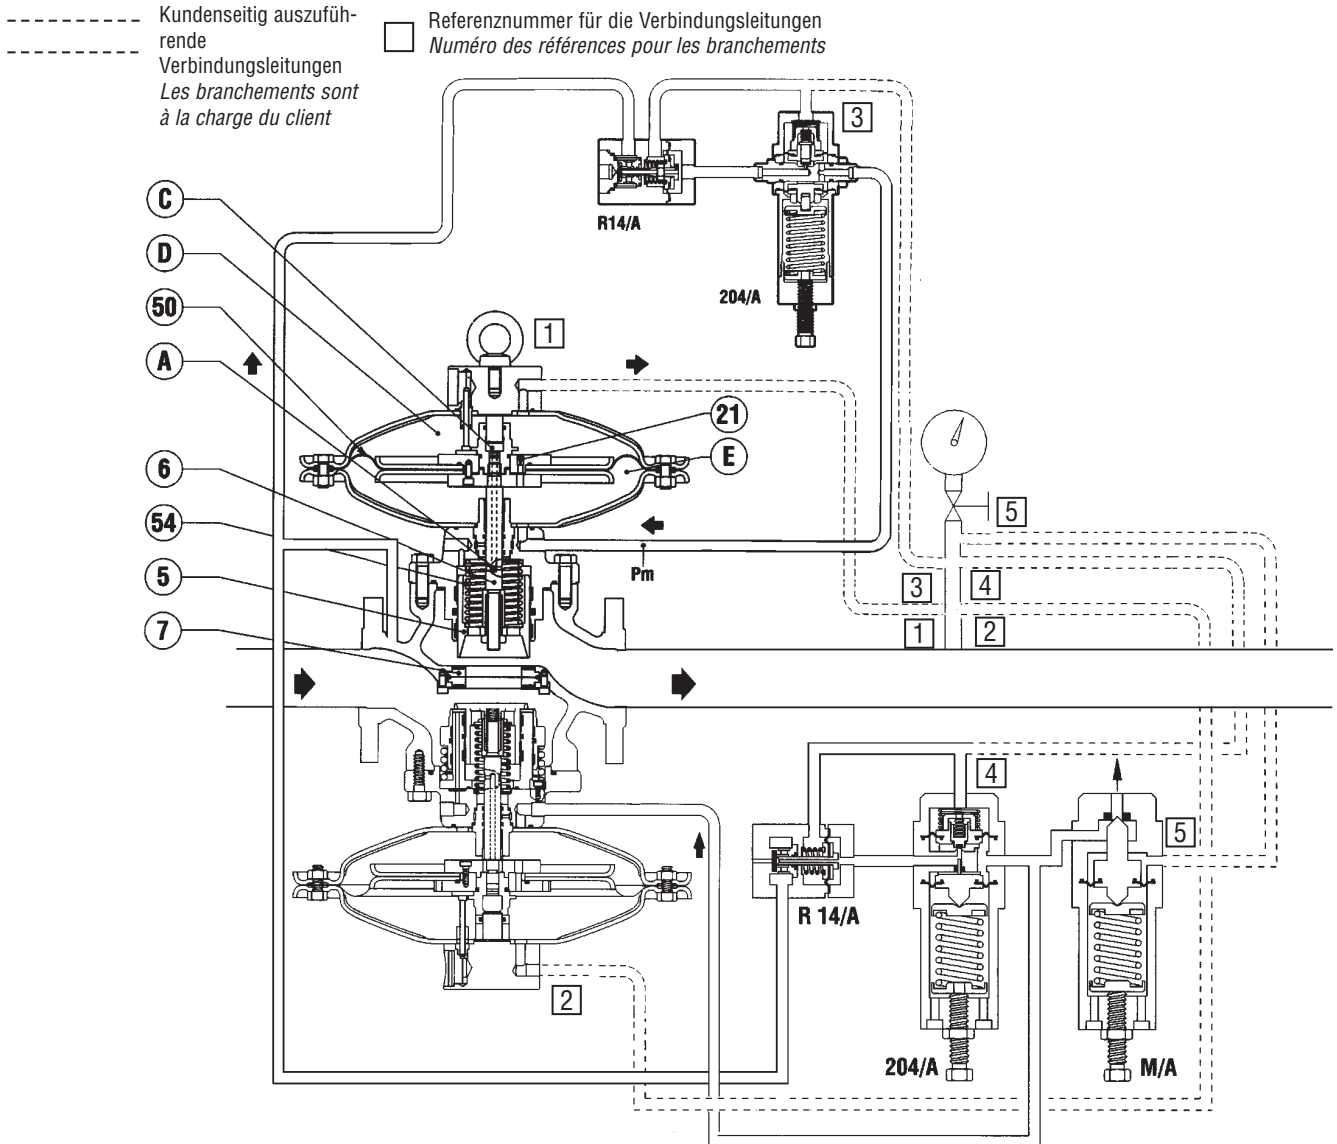

Fig. 7
1.3.2 REGELGERÄT MIT PILOT 204/A+R14/A (ABB. 7)
In drucklosem Zustand wird das Stellglied 5 durch die Feder 54 in Schließstellung gehalten und liegt auf der Ventilsitzabdichtung 7 (Abb. 7) auf. In Schließstellung anstehende, sich verändernde, Eingangsdrücke haben keinerlei Einfluß auf diese Schließstellung, da das Stellglied vollkommen vordruckausgeglichen ist.
1.3.2 DETENDEUR AVEC PILOTE 204/A+R14/A (FIG. 7)
Quand il n'y a pas de pression, le clapet 5 est maintenu en position de fermeture par le ressort 54, et s'appuie sur la garniture armée 7 (fig. 7). Même si elle est variable, la pression en amont ne modifie pas cette position étant donné que le clapet est totalement compensé, et par conséquent soumis aux mêmes pressions, même si elles varient en grandeur.
Wenn beispielsweise beim Betrieb (durch Erhöhen der Durchflussmenge oder durch Abfallen des Eingangsdruckes) der Ausgangsdruck absinkt, entsteht ein Ungleichgewicht am Stelltrieb 15 des Pilotreglers. Der Stelltrieb verschiebt sich nach oben, das Stellglied 17 öffnet weiter. Folglich steigt auch der Steuerdruck P_m in der Kammer E unter der Membrane 50 (Abb. 7) und bewirkt ein Anheben des Stellgliedes 5 und somit größere Öffnung des Regelventils, bis der Ausgangsdruck wieder seinen Sollwert erreicht hat. Wenn der Ausgangsdruck zu steigen beginnt, verschiebt umgekehrt die Kraft, die dieser auf die Pilotmembrane 16 ausübt, den Stelltrieb 15 nach unten, sodaß das Stellglied 17 den Ventilspalt reduziert. Der Druck P_m nimmt dann durch das Überströmen zwischen den Kammern E und D durch die Düse 21 ab und die von der Feder 54 ausgeübte Kraft bewirkt das Verschieben des Stellgliedes 5 nach unten, wodurch der Ausgangsdruck wieder auf seinen Sollwert gebracht wird. Unter normalen Betriebsbedingungen ist die Position des Stellgliedes 17 im Pilotregler so, daß der Steuerdruck P_m unterhalb der Membrane 50 so ist, daß der Ausgangsdruck nahezu konstant am gewünschten Sollwert gehalten wird.
mentation du débit demandé, ou d'une baisse de la pression en amont), un déséquilibre se crée dans l'équipement mobile 15 du pilote, qui se déplace en provoquant une augmentation de l'ouverture du clapet 17. La valeur de la pression de motorisation P_m augmente par conséquent également. En agissant au-dessous de la membrane 50 (fig. 7) dans la chambre E, cette pression entraîne un déplacement du clapet 5 vers le haut et par conséquent l'augmentation de l'ouverture du détendeur jusqu'à ce que la valeur préétablie de la pression régulée soit retrouvée. Vice versa, quand la pression régulée commence à augmenter, la force que cette pression exerce sur la membrane 16 du pilote déplace l'équipement mobile 15 en fermant peu à peu le clapet 17. La pression P_m diminue par conséquent suite au transvasement qui s'effectue par le trou de passage 21 entre les chambres E et D, et la force exercée par le ressort 54 provoque le déplacement du clapet 5 vers le bas, ce qui fait ainsi revenir la pression régulée à la valeur préétablie. Dans des conditions de fonctionnement normales, le clapet 17 du pilote se positionne de telle façon à ce que la valeur de la pression de motorisation P_m maintienne la valeur de la pression en aval P_a autour de la valeur préétablie.